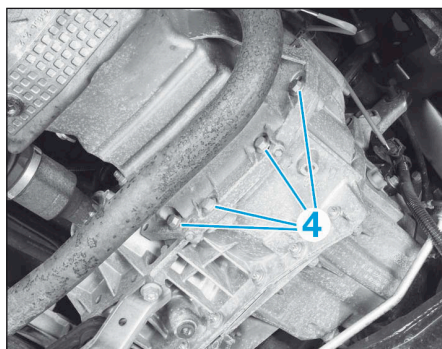

FIG.12
- Déposer les vis (4) du carter d'huile sur la boîte de vitesses (Fig.12).